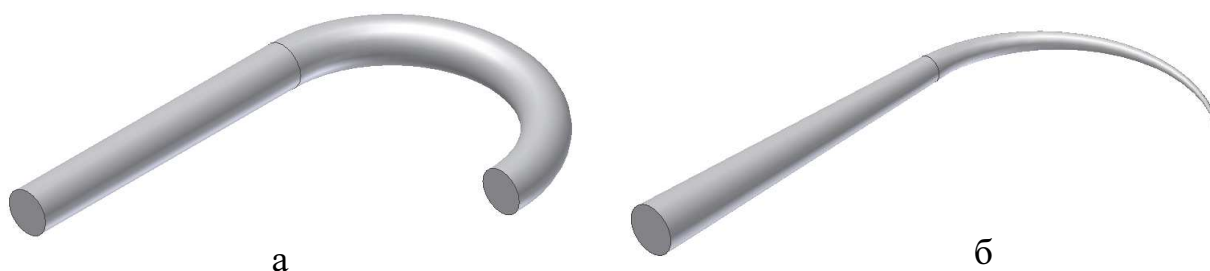

Рис. 186
**Возврат - Сдвиг (профиль выбирается автоматически)** - укажите путь, рисунок 185 - Ок (рисунок 186, а).